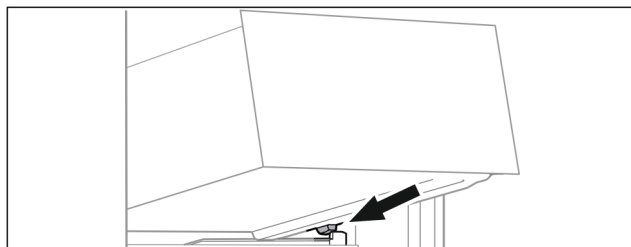

Fig. 119
- Predal postavite v poševnem položaju za zaustavljalniki na nastavek za posodo. (glejte Fig. 119)